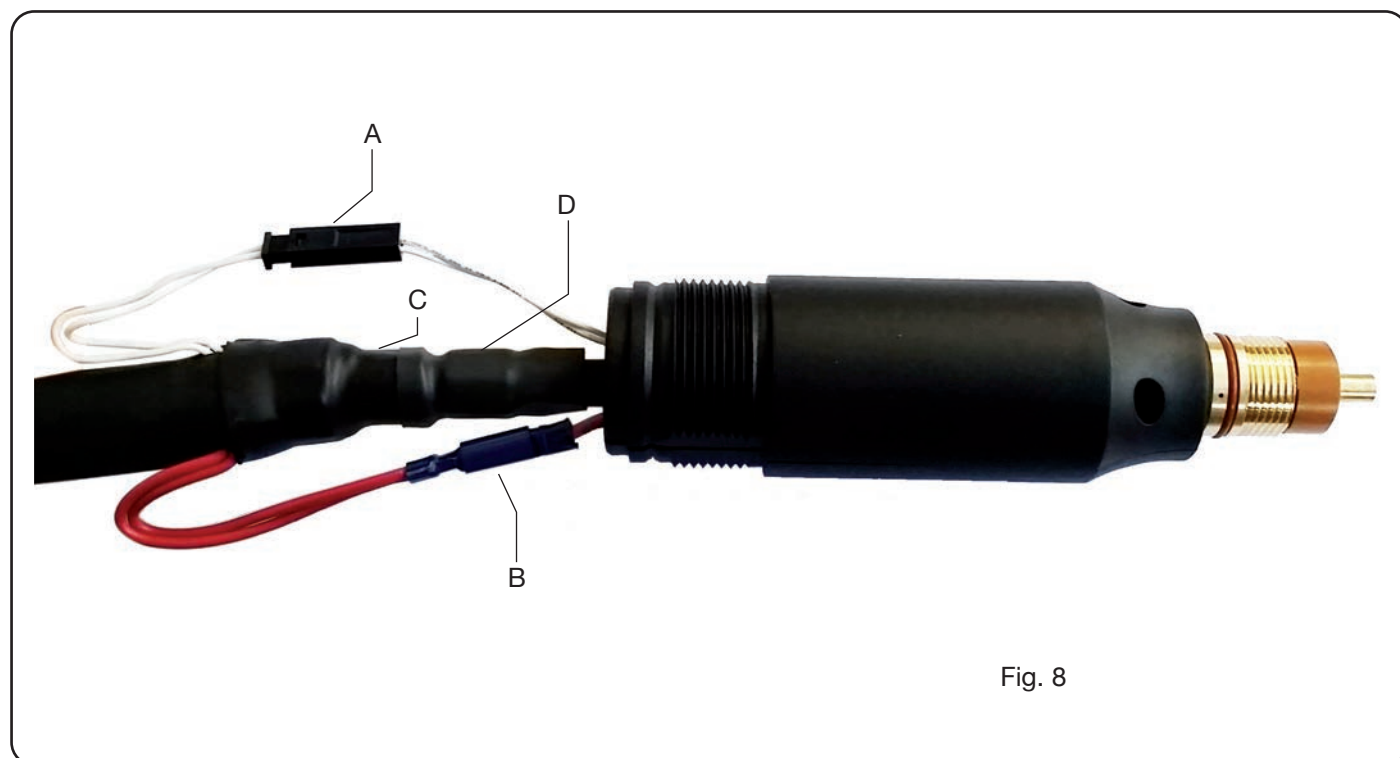

Fig. 8
- Dévisser les vis de blocage **G1** et **G2** et ensuite la poignée **M**, tirez-la en arrière jusqu'à montrer tous les câbles Fig. 8).
- Visser les raccords **D** et **E** en suivant la direction de la flèche - Fig. 8.
- Dévissez les vis de blocage **G1** et **G2** et ensuite la poignée **M**, tirez-la en arrière jusqu'à montrer tous les câbles (voir Fig.8);
- Visser les raccords **D** et **E** en suivant la direction de la flèche - Fig.8.